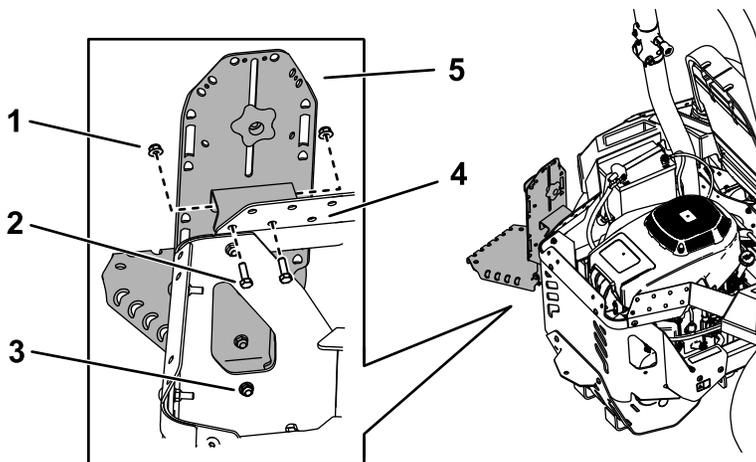
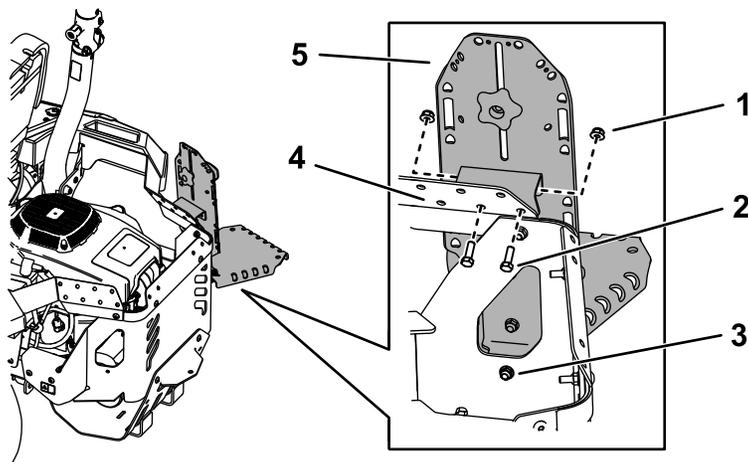

Figura 11
Figura 12
1. Sujete el conjunto del soporte al protector lateral superior usando 2 pernos (5/16" x 1") y 2 tuercas (5/16"), según se muestra en Figura 11 o Figura 12.
3. Fije la parte inferior del soporte principal al protector del motor con 1 perno de cuello cuadrado (5/16" x 7/8") y 1 tuerca (5/16"), tal y como se muestra en la Figura 11 o en la Figura 12.